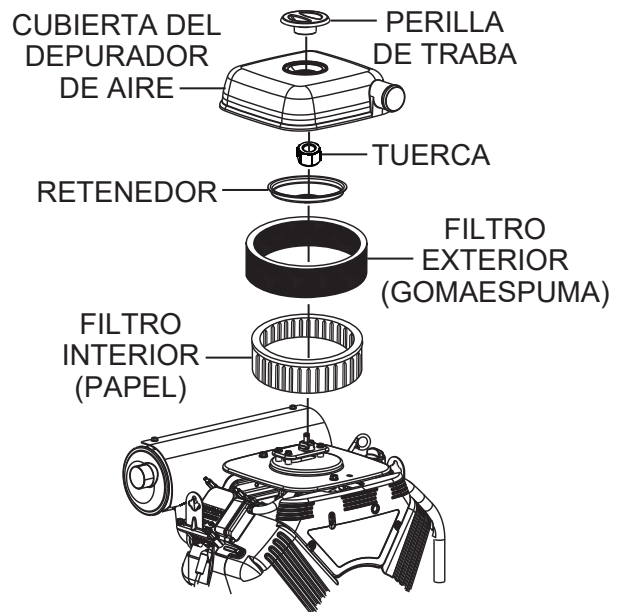

Figura 20. Componentes del filtro de aire
1. Desenrosque la perilla de traba del enganche (Figura 20) ubicada encima de la cubierta del depurador de aire y quite la cubierta.